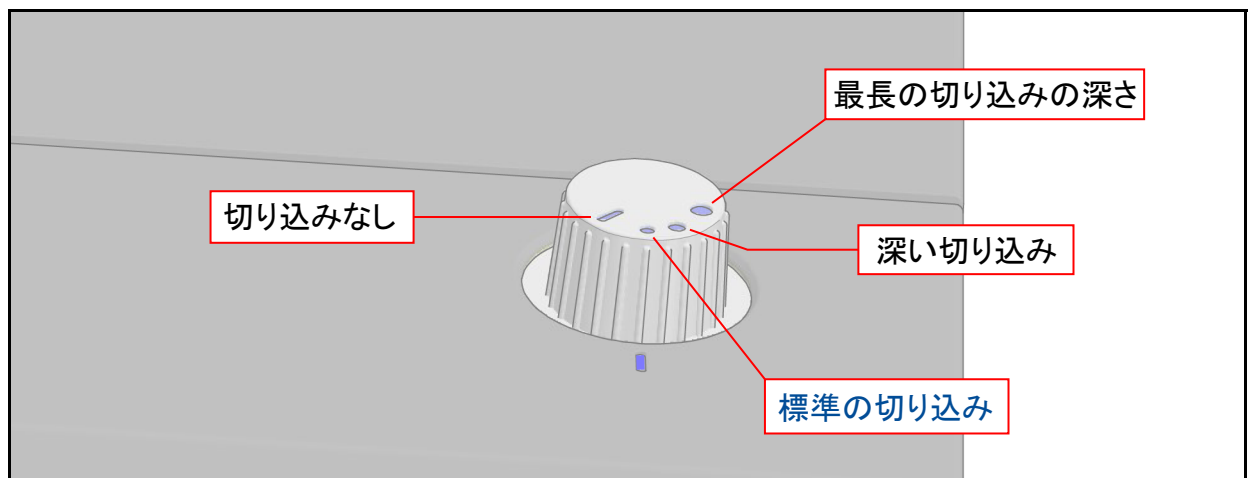

図 4-19: 「標準切り込み」位置
1. 切り込みノブを「**標準切り込み**」位置に設定します (図 4-19)。この位置は常に標準的な郵便物の中身を裁断なしに取り出せる程度に深くカットします。この位置が基準点となります。その他の位置はすべて変更の際に調整できます。